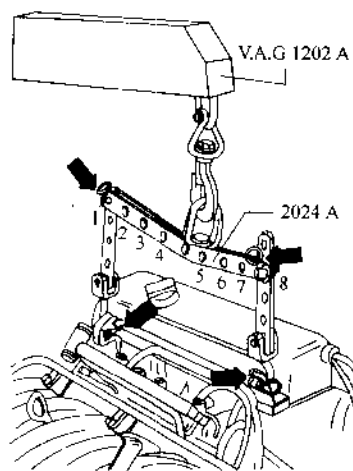

图 2-14 吊起发动机
(31) 安装发动机吊架 2024A, 利用小吊车 (V.A.G 1202A) 轻轻把发动机吊起, 如图 2-14 所示。为使吊起的发动机保持平衡, 安装发动机吊架时必须注意以下几点: